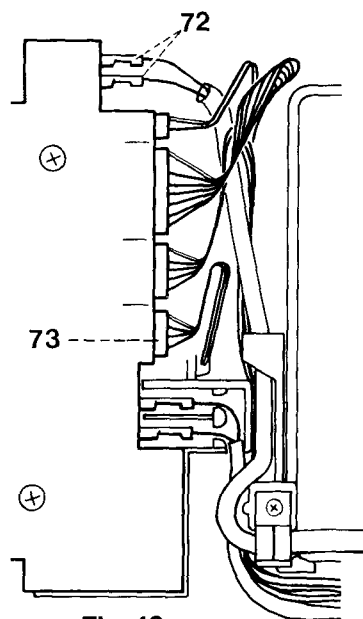

Fig. 49
- Die Vierersteckdose 73 abziehen (siehe Abb. 49).
- Pull out the four-pin connector 73 (Fig. 49).
- Débrancher la fiche à quatre fils 73 (fig. 49).
Fig.49 a
Fig.49 b